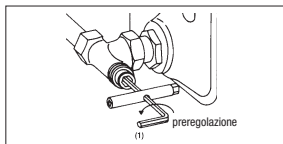

Fig.4 Prerogolazione del detentore a servizio del radiatore
3. Ora prerregolare l'otturatore conico con una chiave esagonale CH 6 (6mm) (1) ruotando in senso antiorario a seconda del numero di giri selezionati sul diagramma (Fig.4).